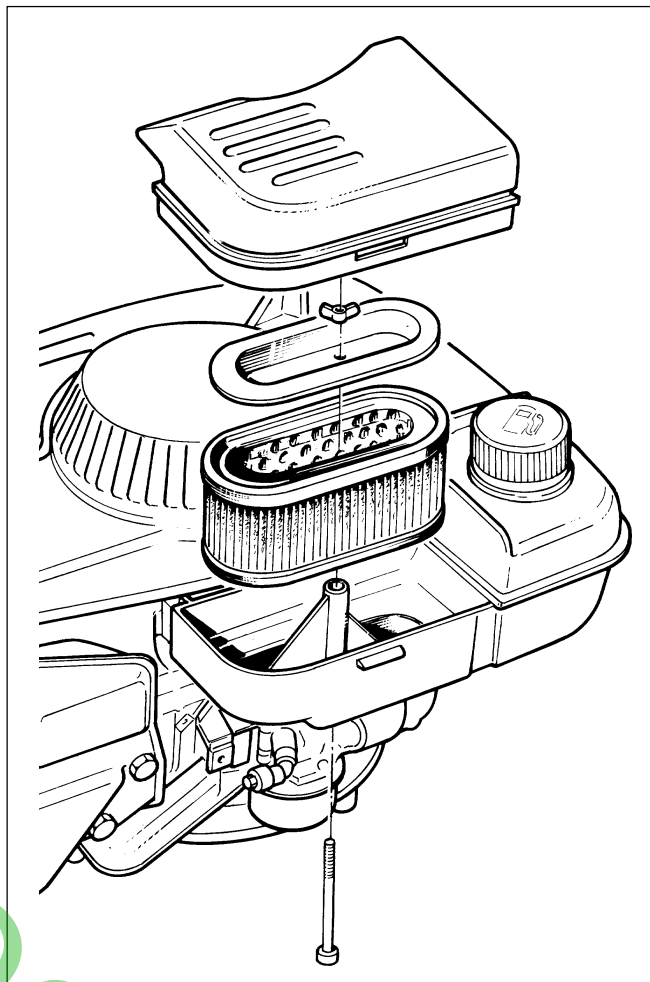

Fig. 13B
- Filtre à cartouche type 2 (Fig. 13B)
- Retirer le couvercle filtre en poussant sur la paroi de la carcasse exactement sous la dent et en tournant le couvercle à une inclinaison de 45° environ; maintenant retirer les deux languettes et déposer le couvercle (voir Fig. 13B).